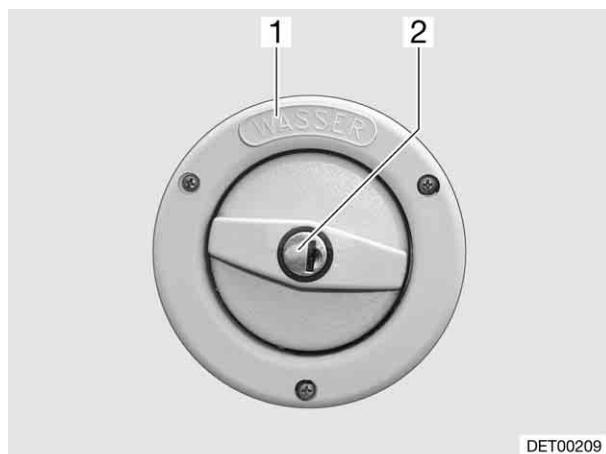

Fig. 94
- ▷ Il bocchettone di riempimento dell'acqua potabile è contraddistinto dalla scritta "WASSER" (acqua) (Fig. 94,1). Il coperchio viene aperto o chiuso con la chiave per le serrature degli sportelli esterni.
- Inserire la chiave nel cilindro della serratura (Fig. 94,2) e girare in senso antiorario.
- Rimuovere il coperchio (Fig. 94,2) dal bocchettone di riempimento dell'acqua potabile (vedi paragrafo 10.3.1).